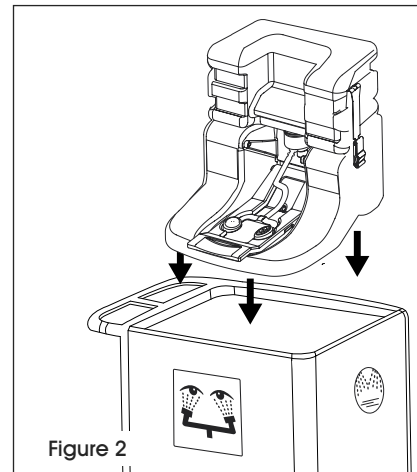

Figure 2
2. Installez la douche oculaire à l'intérieur du chariot. (Voir Figure 2)